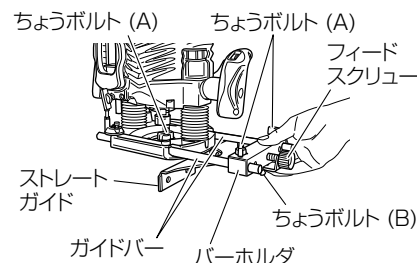
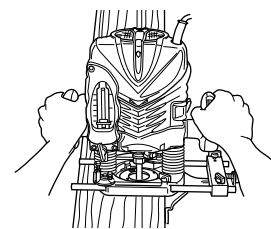

図 19
図 20
- (1) バーホルダの穴にガイドバーを入れ、バーホルダの上側から 2 本のちょうボルト(A) で軽く締付けます。(図 19)
- (2) ガイドバーをベースの穴にさし込み、しっかりとちょうボルト(A) で締付けます。
- (3) フィードスクリューでビットからガイド面までの寸法を微調整し、バーホルダ上のちょうボルト(A) と、ちょうボルト(B) でしっかりとストレートガイドを固定します。
- (4) 材料加工面にサブベース下面を密着させ、ストレートガイドのガイド面を材料に沿わせてご使用ください。(図 20)